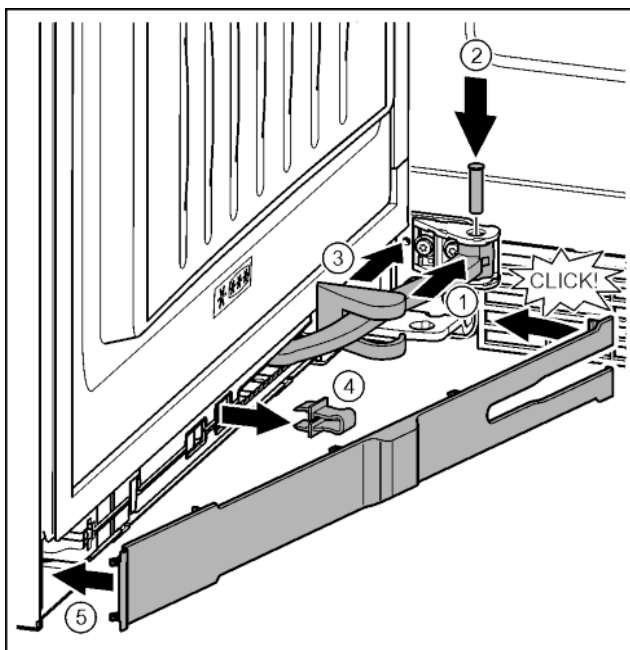

Fig. 40
- ▶ Forgassa a felfüggesztésbe a csuklót. Fig. 40 (1)
- ▶ Egy T15 csavarhúzóval helyezze a felfüggesztésbe és a csuklóba a csapszeget. Közben ügyeljen arra, hogy a bekattanó bütyök megfelelően illeszkedjen a horonyba. Fig. 40 (2)
- ▶ A csukló mentén tolja el a csapágybak fedelét, és szerelje a felfüggesztés fölé. Fig. 40 (3)
- ▶ Vegye le a biztosítékot. Fig. 40 (4)
- ▶ Helyezze fel a fogantyú oldalán a lemezt, és fordítsa be. Fig. 40 (5)